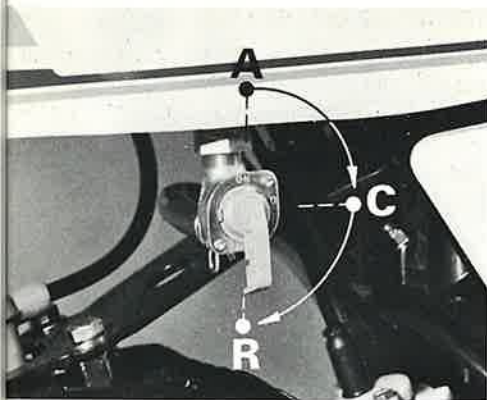
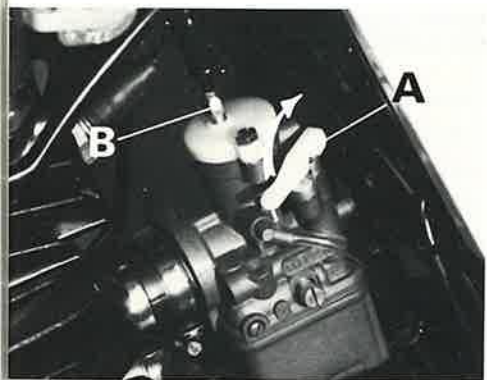
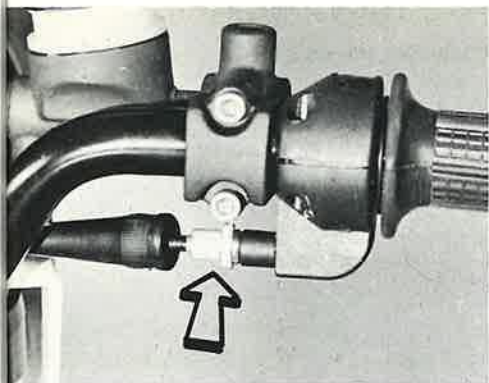

Fig. 8 - Rubinetto benzina
Fig. 9 - Leva starter sul carburatore
Fig. 14 - Comando gas
- Aprire il rubinetto della benzina (Fig. 8), se il motore è freddo sollevare la leva dello starter sul carburatore (A Fig. 9).
In caso di necessità, eliminare il gioco delle trasmissioni tramite gli appositi registri sul comando gas (Fig. 14) e sul carburatore (B Fig. 9). Questa operazione comunque, deve essere eseguita solamente dopo avere verificato la giusta regolazione della pompa olio (vedere a pag. 13-14 Fig. 30 le istruzioni).